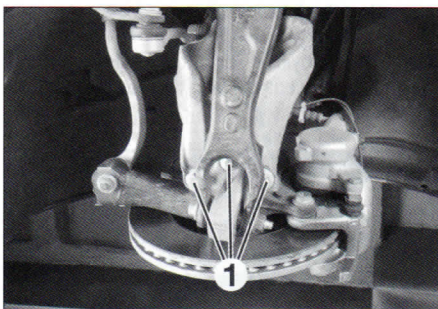

FIG. 7
- Tirar de la mangueta y su soporte para desmontar los tres tornillos (1) (fig. 7).